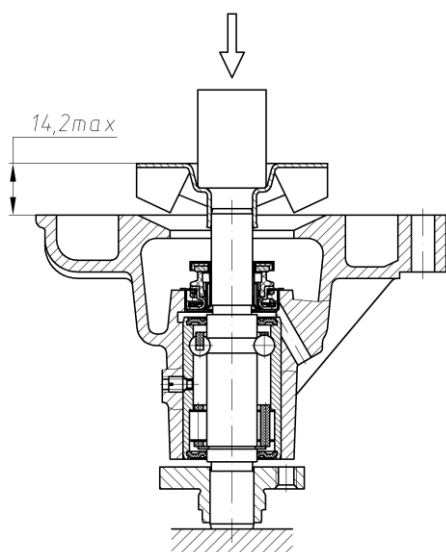

Рисунок 69. Напрессовка крыльчатки водяного насоса
- напрессовать крыльчатку на валик подшипника, выдержав размер между торцом крыльчатки и торцом корпуса насоса не более 14,2 мм (рис.69). **Не допускается прикладывать усилие запрессовки к обратным сторонам лопастей во избежание их деформации;**